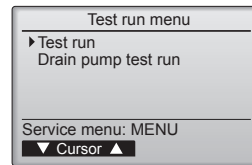

Fig. 7-4
- ④ Sélectionnez "Test run" (Test fonctions) à l'aide du bouton [F1] ou [F2] puis appuyez sur le bouton [SELECT/HOLD]. (Fig. 7-4)